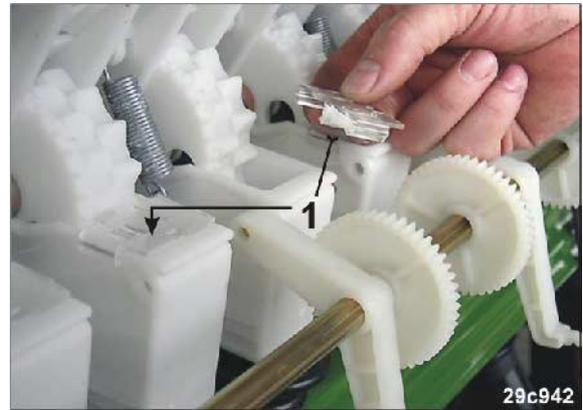

Fig. 226
4. Marcar nuevas ruedas sembradoras de calles introduciendo los cepillos de rueda sembradora fina (Fig. 226/1) en las nuevas cajas de siembra de calles.